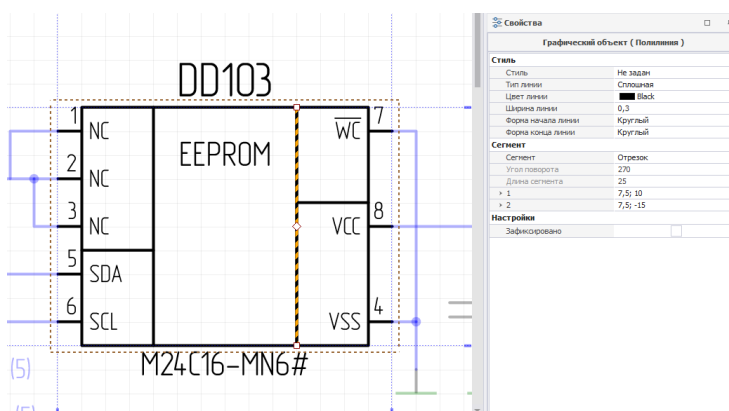

Рис. 34 Редактирование УГО компонента на схеме
2. УГО станет доступно для редактирования, см. Рис. 34. В панели «Свойства» откроется доступ к редактированию представления УГО компонента.